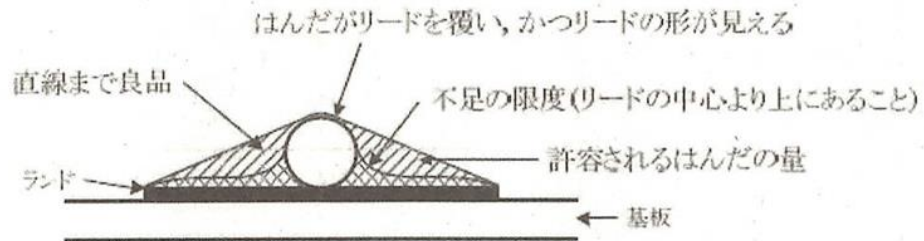

図 19
(3) はんだ付け作業に関する仕様
① はんだのぬれ性
② はんだの量
- ・ はんだの量は、部品リード線の折り曲げ部分、線の切り口等をはんだが覆い、かつ肉厚が薄く線の形がわかるものとし、その例を図 19 に示す。
③ 基板のランドを剥離させないこと。
④ はんだ付け時の熱などで、部品が破損しないこと。
⑤ はんだ付けが不要な箇所には、はんだを付けないこと。
⑥ 部品端子の線材接続部は、全てにはんだ付けすること。